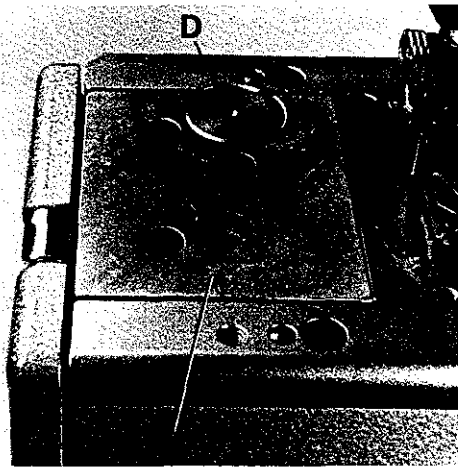
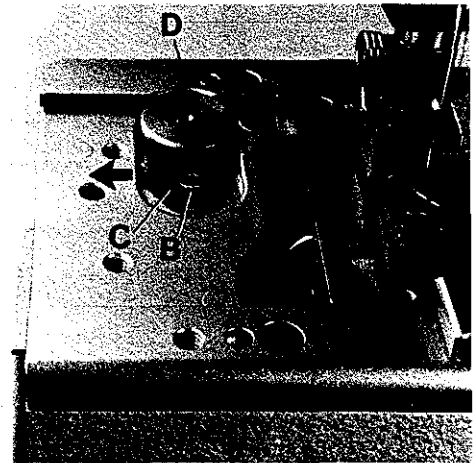
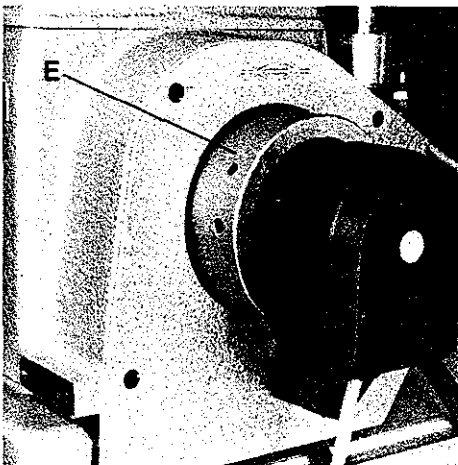

Fig.8
Fig.9
Fig.10
Before the machine leaves the factory, the stitch length change mechanism is locked. After removing cover (A, Fig. 8) and loosening screw (B, Fig. 9) lever (C) can be swung in the direction of the arrow to the left to unlock the stitch length change mechanism. The required hexagon socket wrench is a component of the machine accessories.
The stitch length is changed by slightly pressing stop bolt (D, Figs. 8 and 9) and simultaneously rotating pulley (E, Fig. 10). Within one revolution of the pulley stop bolt (D, Fig. 8) engages and the stitch length change starts. Rotating pulley clockwise shortens the stitch, rotating it counterclockwise increases the stitch.
Vor dem Versand der Maschine wird die Stichtlängenverstellung blockiert. Entfernt man den Deckel (A, Fig. 8) und löst die Schraube (B, Fig. 9), kann der Hebel (C) in Pfeilrichtung nach links geschwenkt werden und die Arretierung der Stichtlängenverstellung ist aufgehoben. Der benötigte Sechskant-schraubendreher ist im Zubehör der Maschine enthalten.
Die Stichtlänge wird durch leichtes Drücken auf den Rastbolzen (D, Fig. 8 und 9) und gleichzeitiges Drehen der Handrad-Riemenscheibe (E, Fig. 10) eingestellt. Nach spätestens einer Umdrehung der Handrad-Riemenscheibe rastet der Rastbolzen (D, Fig. 8) ein und die Stichtverstellung beginnt. Drehen der Handrad-Riemenscheibe im Uhrzeigersinn verkleinert den Sticht, drehen im Gegenuhrzeigersinn vergrößert ihn. Nach dem Einstellen der gewünschten Stichtlänge kann, wenn notwendig, die Stichtlängenverstellung wieder blockiert werden. Montieren Sie den Deckel wieder.